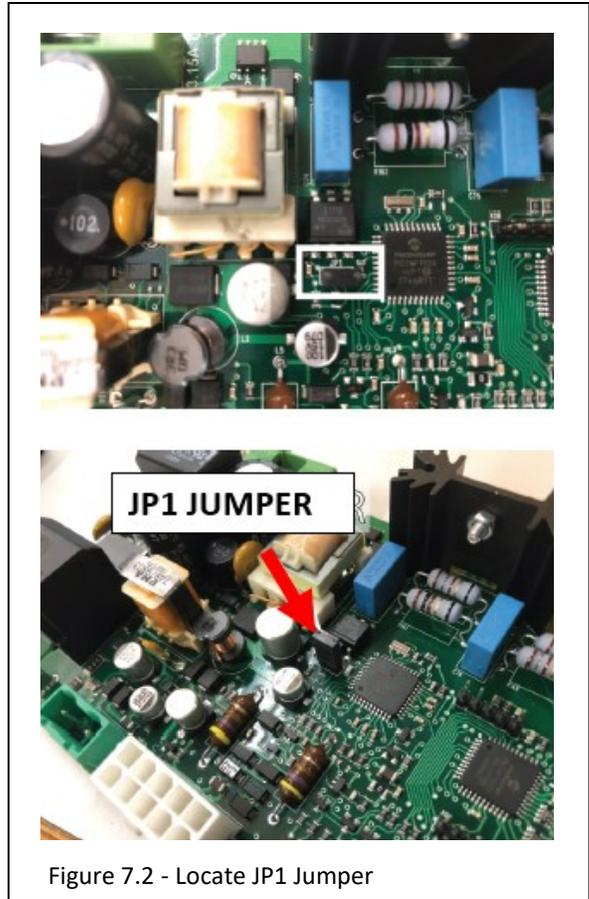

Figure 7.2 - Locate JP1 Jumper
2. Localisez le cavalier JP1. Il s'agit d'un petit cavalier en plastique qui relie deux broches, comme illustré à la Figure 7.2.